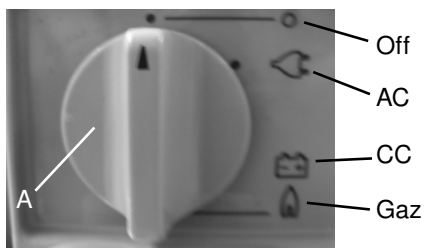

Figure 2
12. Pour débrancher un appareil fonctionnant au gaz (fig. 2, 6, 7)
- Mettre le sélecteur d'énergie (A) à la position „0” (l'appareil est éteint).